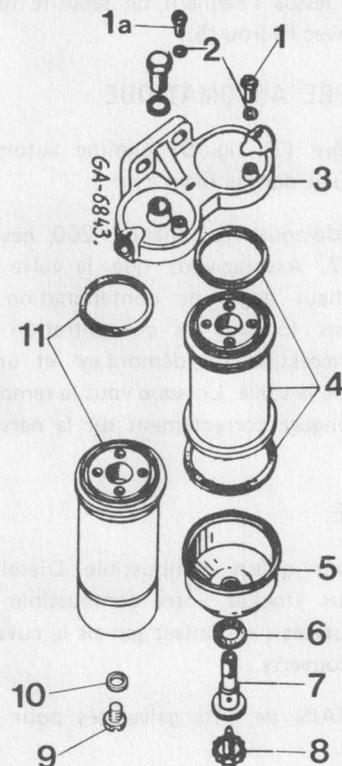
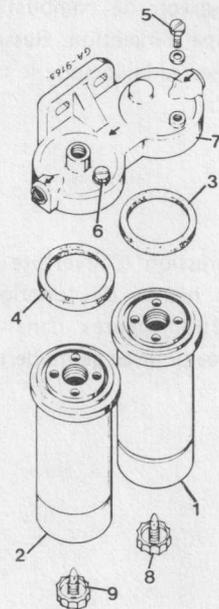

Figure 62
Figure 63
Le tracteur est équipé d'un filtre double, soit du type à visser de marque «Bosch» soit du type à boulon central de marque «C.A.V» (voir fig. 62, 63, et 64).
FILTRE PRIMAIRE «BOSCH» (4) fig. 62 ou (1) fig. 63
FILTRE FINAL «BOSCH» (11) fig. 62 ou (2) fig. 63